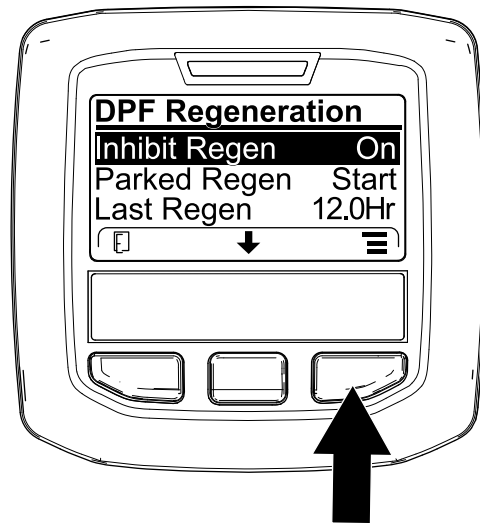

Figura 41
1. Acceda al menú DPF Regeneration (Regeneración de DPF), pulse el botón central para desplazarse hacia abajo, hasta la opción INHIBIT REGEN (Inhibir regeneración) y pulse el botón derecho para seleccionar la opción Inhibit Regen (Figura 41).
2. Pulse el botón derecho para cambiar el ajuste de inhibición de regeneración de Activado a Desactivado (Figura 41) o viceversa (Figura 42).